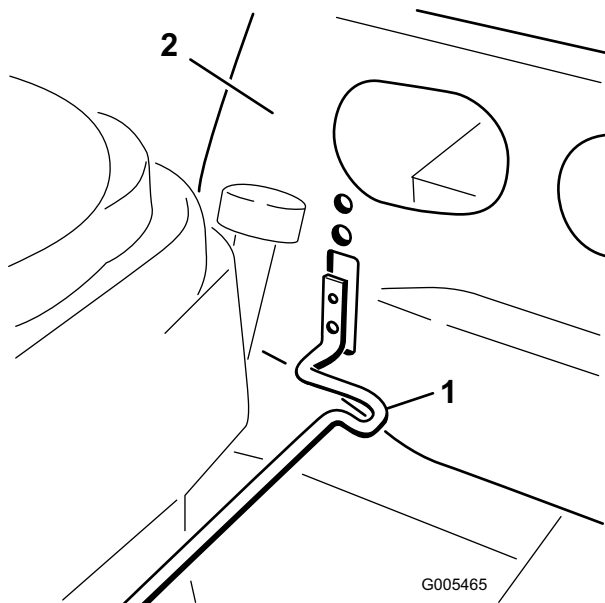

Figura 3
2. Girate l'asta abbassandola per inserire il lato opposto nell'apertura con intaglio, all'interno dell'alloggiamento sinistro (Figura 3).